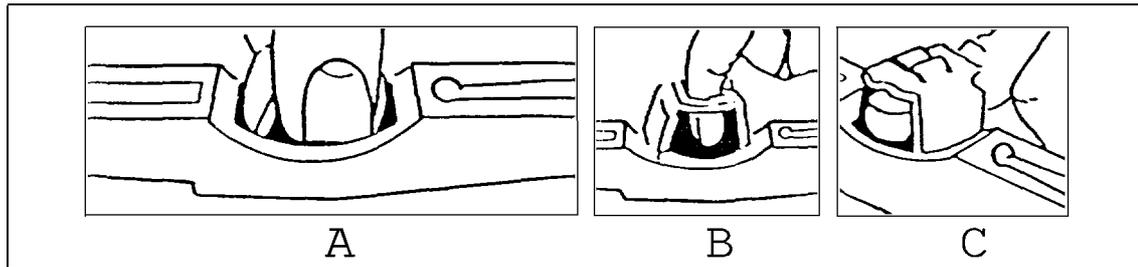

Figura 4.5.4
1. Scegliere l'impugnatura del tester di tensione tra i modi a, b e c illustrati nella figura 4.5.4.
3. Posizionare il tester allentato sulla cinghia da misurare, quindi premere leggermente con *un* dito nel modo indicato in precedenza (figura 4.5.4, A, B, C) sulla superficie di pressione.